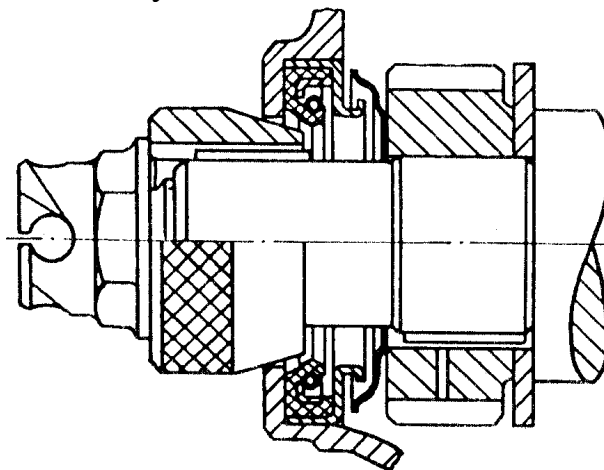

Рис.78. Центрирование переднего сальника коленчатого вала с помощью приспособления 5-У-27685
22. Установить крышку распределительных шестерен на шпильки ее крепления, предварительно установив на них прокладку крышки. Крышка должна быть отцентрирована по переднему концу коленчатого вала при помощи специальной конусной оправки (рис.78). Установить на передний конец коленчатого вала оправку, поджать крышку распределительных шестерен к блоку цилиндров при помощи храповика и затянуть гайками.